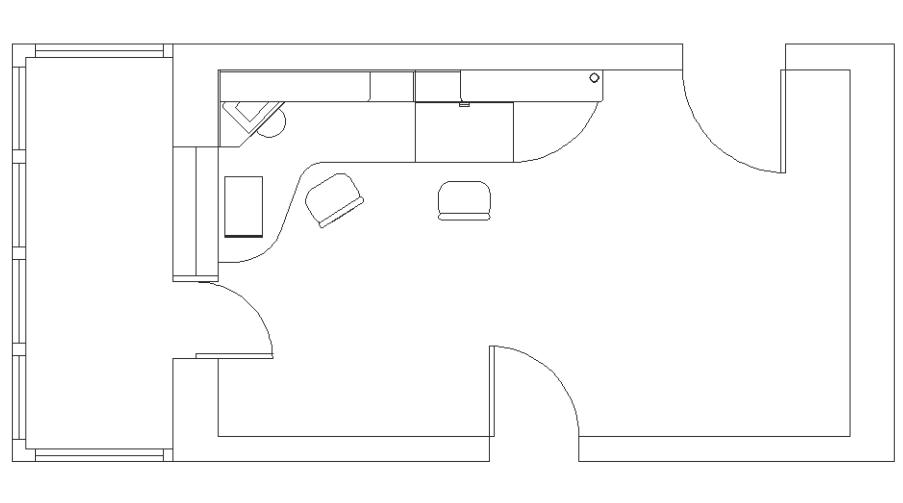

Рис. 12.19 ▼ Обновленный главный чертеж с измененными объектами файла внешней ссылки
12. AutoCAD обновит файл внешней ссылки, чтобы отобразить внесенные вами изменения. Сохраните текущее состояние чертежа (рис. 12.19) в том же файле ChRoom122.dwg.